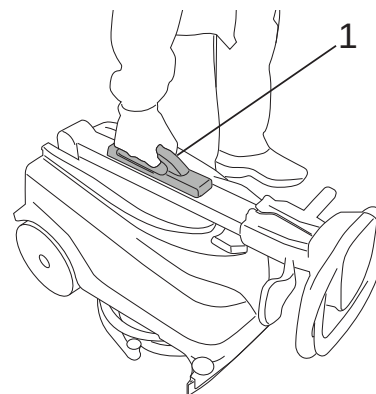

Fig.2
- Retirer la machine de l'emballage en la soulevant à l'aide du guidon (Fig.2 - Rep. 1) la poser par terre.